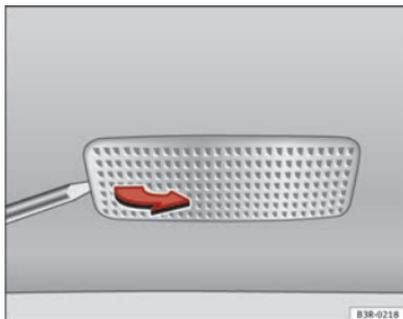

Fig. 224 Desmontagem da luz da pala de sol
- Retire a luz com cuidado, utilizando a parte plana de uma chave de fendas ⇒ Fig. 224.